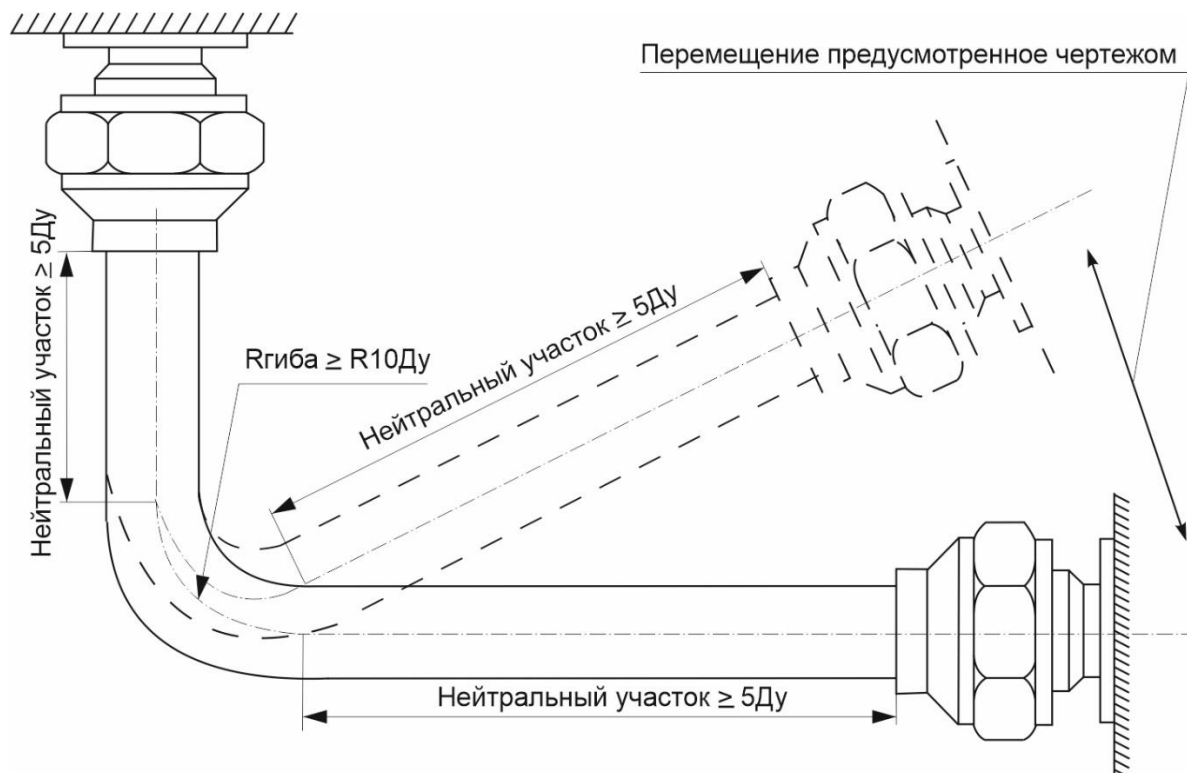
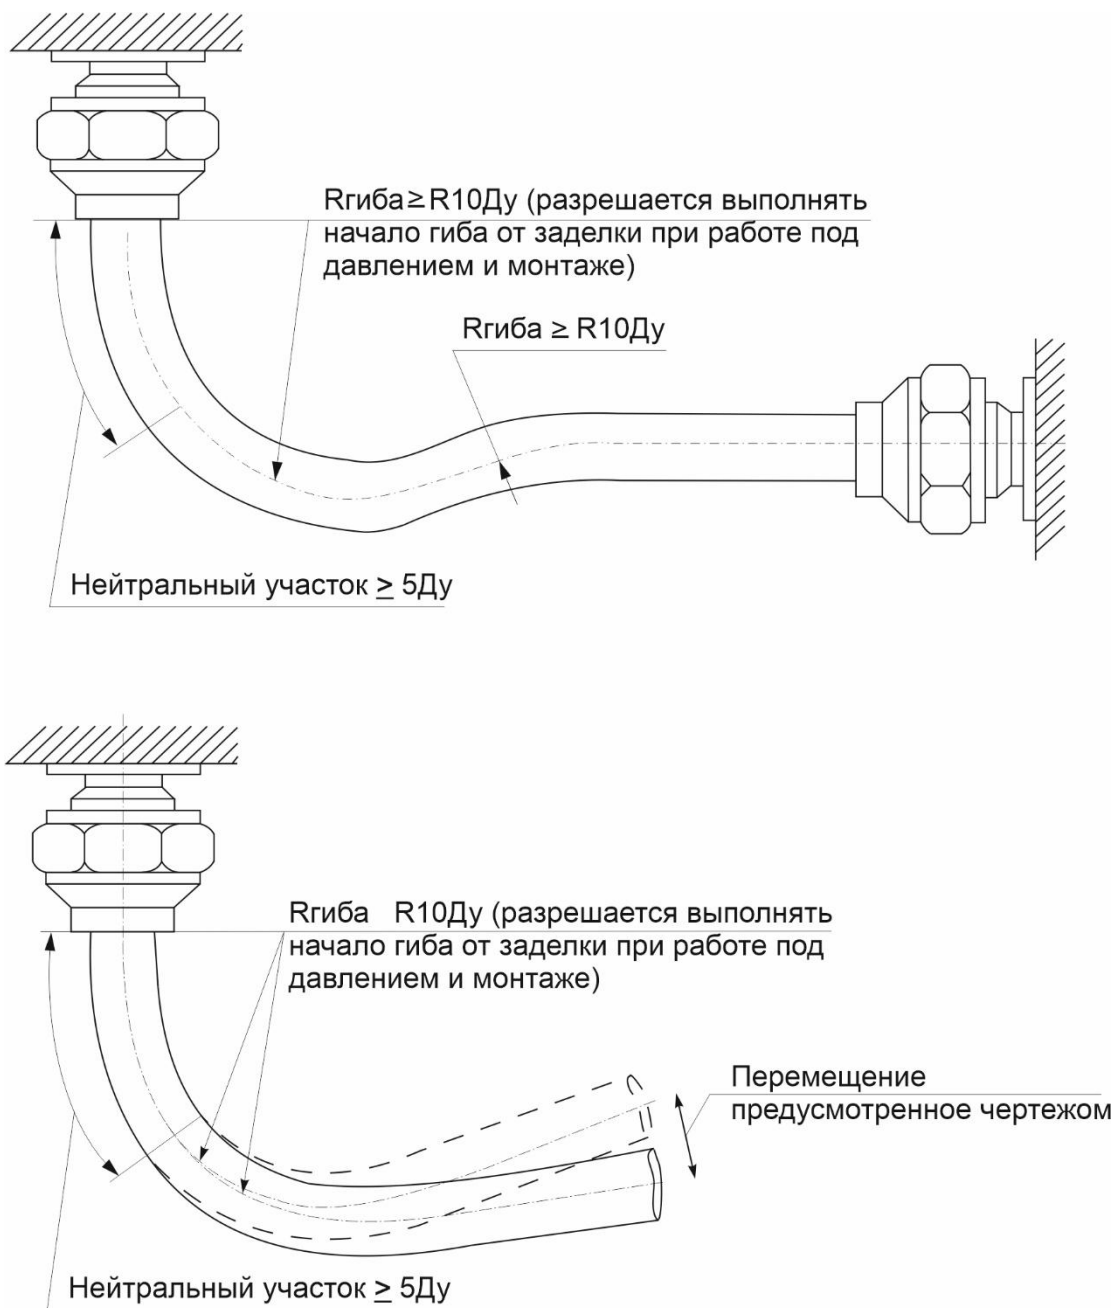

Рисунок 202 – Нейтральный участок рукава
Рисунок 203 – Нейтральный участок и радиусгиба рукава
3.1.3 При монтаже и при перемещении под давлением необходимо обеспечить наличие нейтральных участков около арматуры, не подвергающихся изгибам в процессе работы. Длина нейтральных участков должна быть не менее 5 Ду (см рисунок 202 , рисунок 203, где Ду - условный диаметр рукава).